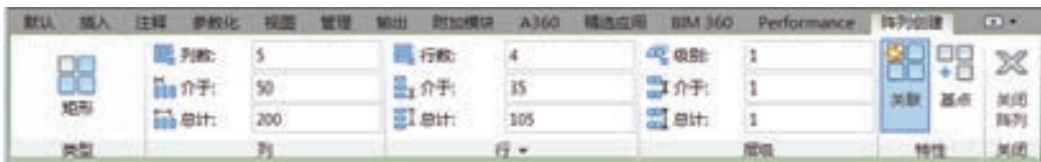

图 3-13 “阵列创建”选项卡
4) 在“阵列创建”选项卡中设置图 3-13 所示的阵列参数，注意单击选中“关联”按钮。